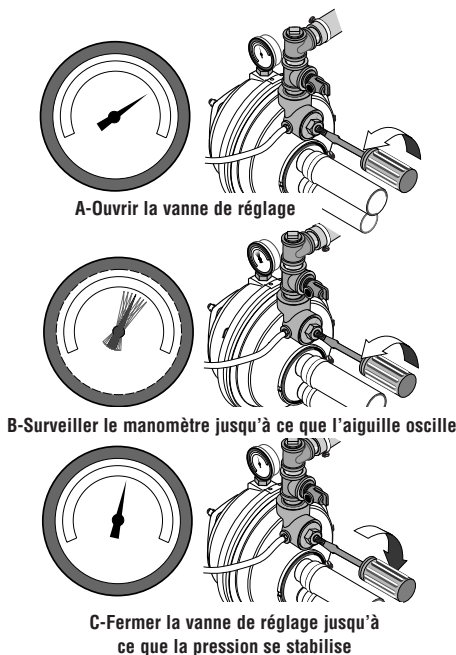

Figure 18 : Régler la vanne de réglage
5. Dès que la pression est accumulée et maintenue par la pompe, ouvrir lentement la vanne de régulation (voir la Figure 18) pour que l'eau circule dans les conduites de l'habitation. Observer la pression indiquée par l'aiguille du manomètre. Continuer de tourner la vanne de régulation jusqu'à ce qu'elle soit complètement ouverte ou jusqu'à ce que l'aiguille du manomètre commence à osciller. Dès que l'aiguille du manomètre commence à osciller, refermer lentement la vanne de régulation jusqu'à ce que l'aiguille cesse d'osciller. La pompe fonctionne maintenant à son rendement maximal.